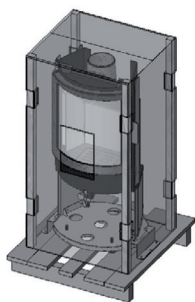

FIG. 1 - IMBALLO STRIPE
- Uno contiene la struttura della Fig. 1.